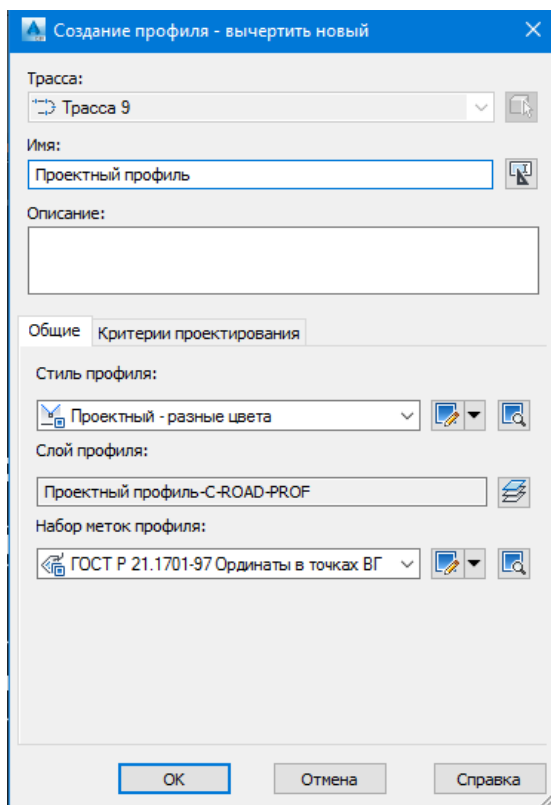

Рис. 46. Окно «Создание профиля»
6. В окне «Создание профиля» необходимо задать «Имя» (в данном случае – «Проектный профиль»), «Стиль профиля» («Проектный – разные цвета»), «Набор меток профиля» («ГОСТ Р 21.1707-97 Ординаты в точках ВГ») и при необходимости «Критерии проектирования» (рис. 46).